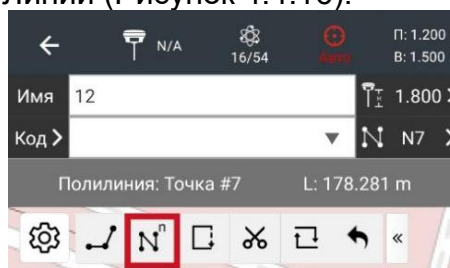

Рисунок 4.4.16
2. Затем выберите пункт Линии (Рисунок 4.4.16).